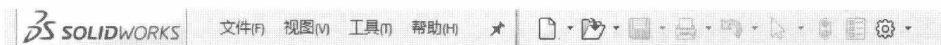

图 1.2 SolidWorks 开启后的标准工具栏
(1) 进入 SolidWorks 后，标准工具栏中只有【新建】和【打开】两种命令，如图 1.2 所示。